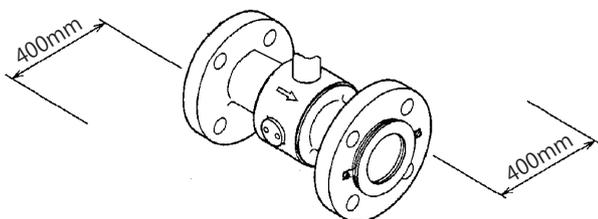

図27 点検に必要な空間
- 『図27 点検に必要な空間』に示すメンテナンスに必要な空間を確保してください。